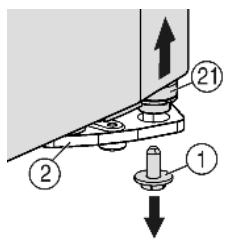
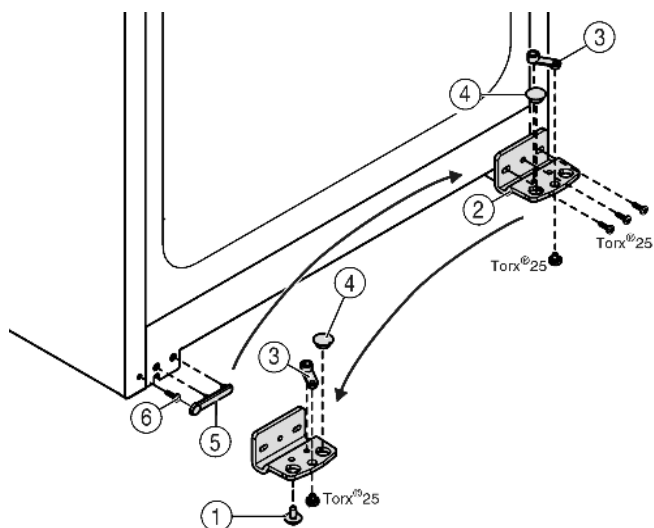

Fig. 6
Fig. 7
- ▶ Na dole po prawej stronie odkręcić śrubę zabezpieczającą Fig. 6 (1) z płytki zawiasu.
- ▷ Trzpień zawiasu Fig. 6 (21) luzuje się w płytce zawiasu Fig. 7 (2).
- ▶ Jeśli trzpień zawiasu Fig. 6 (21) nie poluzuje się, należy wycisnąć go od dołu.
- ▶ Odkręcić płytkę zawiasu Fig. 7 (2).
- ▶ Odkręcić element zawiasu Fig. 7 (3), przenieść do przeciwnego otworu zawiasu i tam dokręcić.
- ▶ Zatycki Fig. 7 (4) wyjąć z płytki zawiasu i przenieść do przeciwnego otworu zawiasu.
- ▶ Ostrożnie podnieść osłonę Fig. 7 (5) od strony uchwyty.
- ▶ Wykręcić śrubę Fig. 7 (6) i ponownie wkręcić po przeciwnej stronie.
- ▶ Ponownie założyć osłonę Fig. 7 (5).
- ▶ Przykręcić mocno płytkę zawiasu Fig. 7 (2) na nowej stronie (z siłą 4 Nm), w razie potrzeby za pomocą wkrętarki akumulatorowej.
- ▶ Śrubę zabezpieczającą Fig. 6 (1) wkręcić w trzpień zawiasu i mocno dokręcić (z siłą 4 Nm).